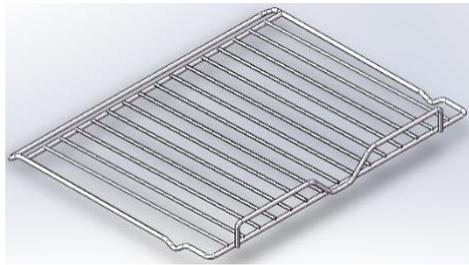

Fig.1
Para lograr una circulación de aire más eficiente, el horno debe ajustarse de acuerdo con las dimensiones que se muestran en la fig. 1 - 2 .
① Funci3n microondas; ②Grill (puede combinarse con diferentes funciones) ④Descongelar (microondas); ⑥Temperatura/Potencia/Peso;⑦Ajuste de tiempo
⑧Tiempo de trabajo; ⑨Tiempo de calentamiento⑩8 manuales diferentes;(11) Display Duraci3n de tiempo/Temperatura/Alarma(12)Icono Alarma; (13)Subir temperatura
(14)Luz; (15)Tiempo final; (16)Falta de agua; (17)Turbo; (18)Bloqueo infantil
•Parrilla (Fig.1)